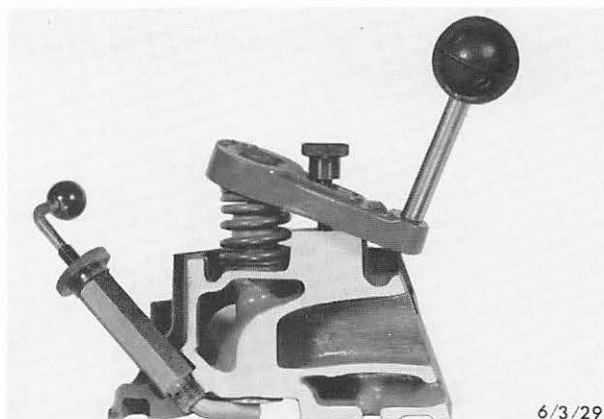

Abb. 253 Abbau der Ventilfeder mit Spezialwerkzeug G2-6513-A und G2-6513-B, „C“-Motor
4. Ventilhalter G2-6513-B in Zündkerzenbohrung einschrauben, gegen Ventilteller stellen und kontern. Ventilfederspanner G2-6513-A, Abb. 253, an Zylinderkopf montieren.